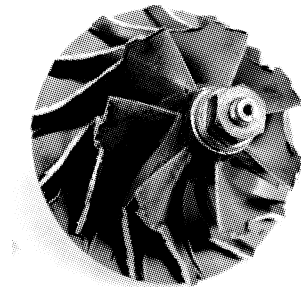

图 3 被壳体刮蹭后的压气机叶轮
(2) 轴承损坏使叶轮外弧与壳体间隙消失, 发生摩擦;
(3) 增压器转子发生不平衡, 导致两轮与壳体发生刮蹭, 见图 3。